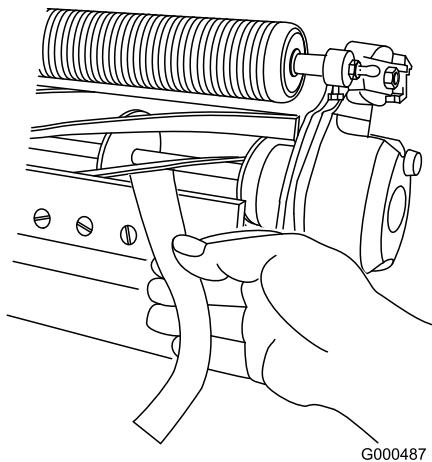

图12
B. 在滚刀与底刀之间插入一长条剪切性能纸纸要与底刀垂直 图12 然后缓慢向前旋转滚刀此操作应能切断性能纸如果不能请重复步骤 A 和 B 直至切断为止。
11. 在滚刀与底刀之间插入一长条剪切性能纸要与底刀垂直图12然后缓慢向前旋转滚刀此操作应能切断性能纸如果不能将每个底刀架调节螺栓都顺时针旋转 1 格直至切断为止。